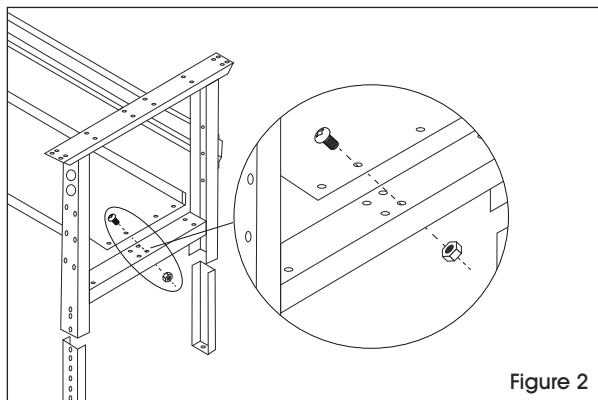

Figure 2
- Placez les tablettes inférieures (4) sur les entretoises des pieds, et fixez-les à l'aide de huit écrous et boulons. Ensuite, serrez complètement les pièces installées à l'étape 3. (Voir Figure 2)
- Pour fixer le dessus de table (5) à l'ensemble du cadre, placez-le sur une surface lisse et non marquante, côté supérieur vers le bas.